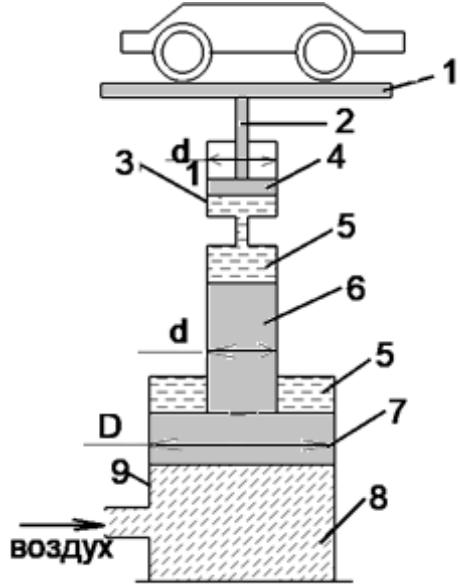

Рис. 4.
**Задача № 3 (25 баллов).** Для выполнения сборочных работ на электромобиле используется подъемник, основным элементом которого служит пневмогидравлический преобразователь (9) (рис. 4). Электромобиль устанавливается на платформе (1), прикрепленной к штоку (2) гидроцилиндра (3). Давление рабочей жидкости в гидроцилиндре создается с помощью штока (6). В пневмоцилиндре имеется поршень (7). В поршневой полости находится воздух (8), в штоковой – жидкость (5). Известно, что масса электромобиля  $m=900$  кг, определить диаметр поршня (4) гидроцилиндра  $d_1$  (в метрах), если известно, что давление воздуха (8) в пневмоцилиндре  $p_v=0,4$  МПа, диаметр поршня пневмоцилиндра  $D=100$  мм, диаметр штока пневмоцилиндра  $d=25$  мм. КПД подъемника 0,85. (Ускорение свободного падения  $g$  принять равным  $10 \text{ м/с}^2$ ).